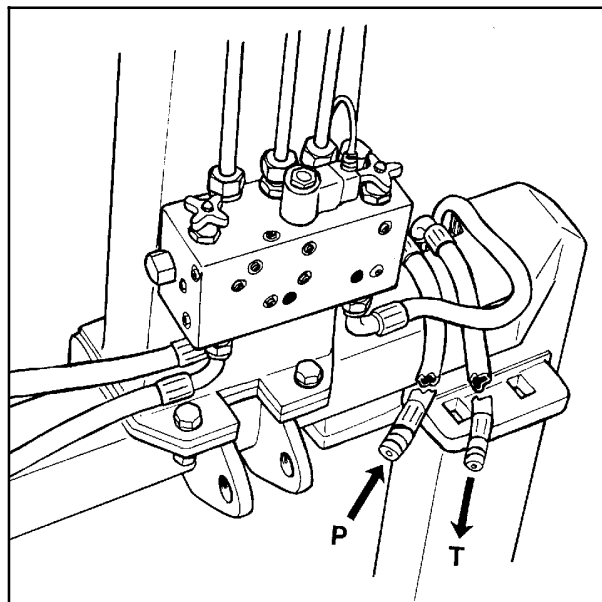

Fig. 4-10
Slange med rødt merke kobles til trykk, (P), og slange med blått merke kobles til returen, (T). (Se fig. 4-10).